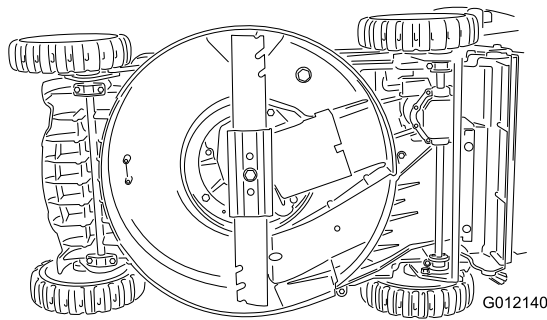

Figure 25
2. Basculez la machine sur le côté (Figure 25), avec la jauge en bas.